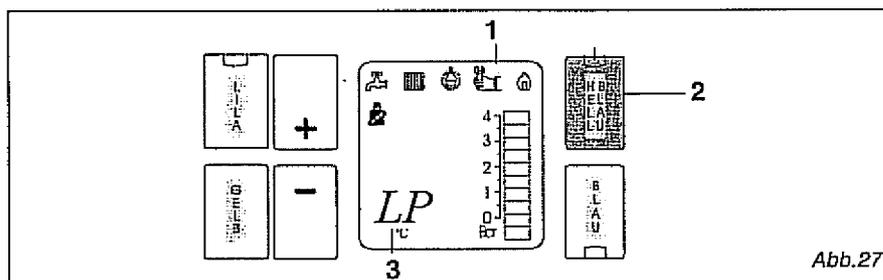

Abb.27
Beim Aufleuchten einer der Kontrollleuchten der Störanzeige (1), siehe Abb. 27 nebenan, abgebildete Taste (2) drücken, um den Fehlercode (3) auf der Anzeige zu prüfen.